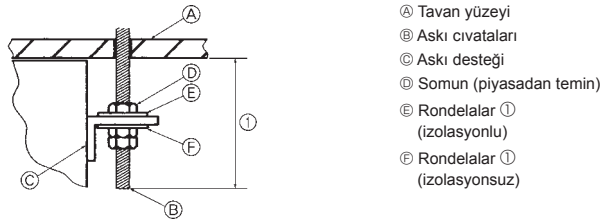

Fig. 3-5
4) İç ünitenin hazırlanması (Fig. 3-5)